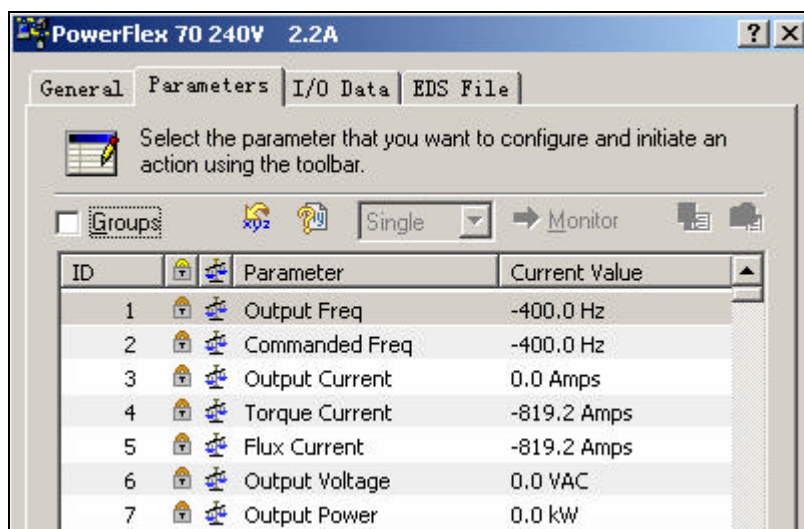

图 4-17 变频器的参数信息
12. 上载的参数共有 430 个，参数列表如图 4-17 所示。